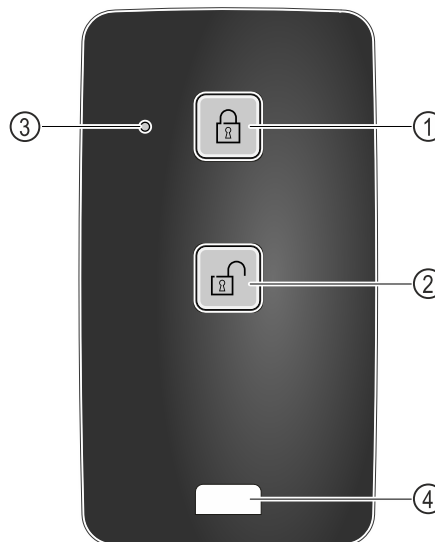

Fig. 219
- ▶ Paspauskite mygtuką Fig. 219 (1) ant nuotolinio valdymo pulto.
- ▶ Paspauskite mygtuką Fig. 219 (2) ant nuotolinio valdymo pulto.
- ▶ Paspaudus mygtuką, būsenos šviesos diodas Fig. 219 (3) duoda vaizdinį atsaką.
- ▶ Ašos Fig. 219 (4), skirtos tvirtinti nuotolinio valdymo pultą, pavyzdžiui, prie raktų ryšulio.